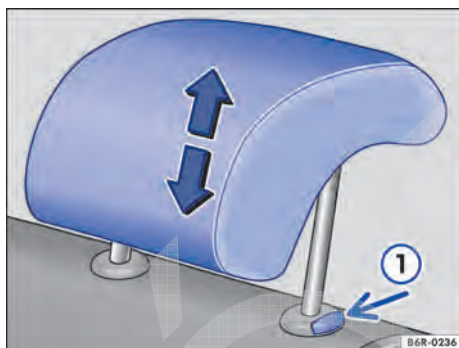

Fig. 33 Desinstalar o apoio para cabeça traseiro.
- Retirar o apoio para cabeça com o botão → Fig. 33 ① pressionado.
- Empurrar o apoio para cabeça para baixo com o botão → Fig. 33 ① pressionado.